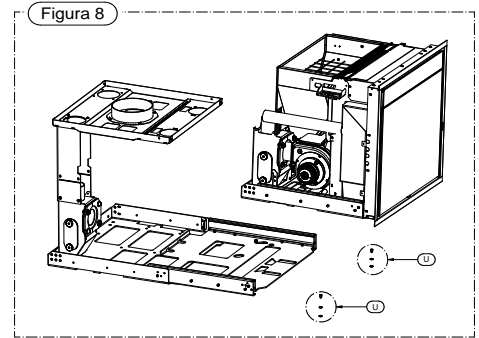

Figura 8
- Procedere a posizionare l'inserto sopra alla base mobile e Fissare le due viti (AM) e le due rondelle (AN) tolte in precedenza, in modo da consolidare l'inserto alla base mobile (Figura 8).